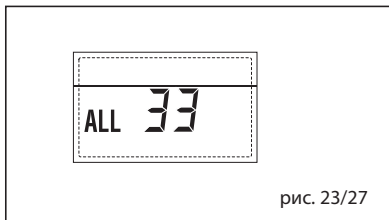

рис. 23/27
– НЕПОЛАДКА ДАТЧИКА ВОЗВРАТА НА ОТОПЛЕНИЕ “ТРЕВ. 30” (рис. 23/24)